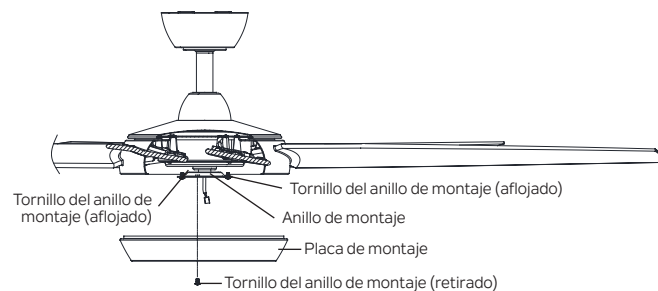

Figura 16
Paso 1. Afloje dos de los tornillos del anillo de montaje fijado al eje del motor y retire y guarde el tercer tornillo. **(Figura 16)**
Paso 2. Coloque los orificios alargados de la placa de montaje sobre los dos tornillos del anillo de montaje previamente aflojados del anillo de montaje y gire la placa de montaje (en el sentido de las manecillas del reloj) hasta que se traben en su lugar con los tornillos del anillo de montaje en las secciones estrechas de los orificios alargados. **(Figura 16)**
Vuelva a colocar el tercer tornillo del anillo de montaje que se retiró previamente y apriete los 3 tornillos del anillo de montaje para asegurarlo. **(Figura 16)**